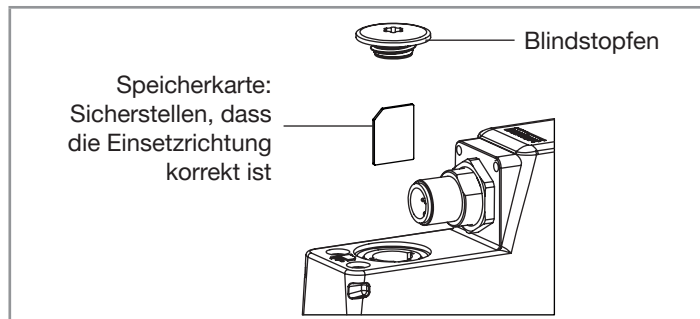

Fig. 26: Einsetzrichtung der Speicherkarte
- Auf die Einsetzrichtung der Speicherkarte achten. Siehe Fig. 26.